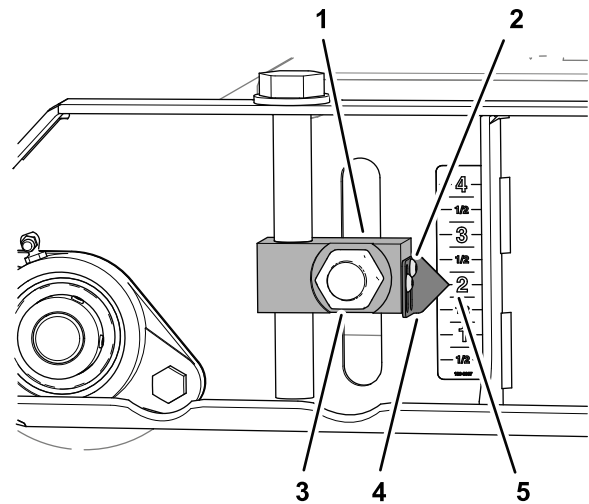
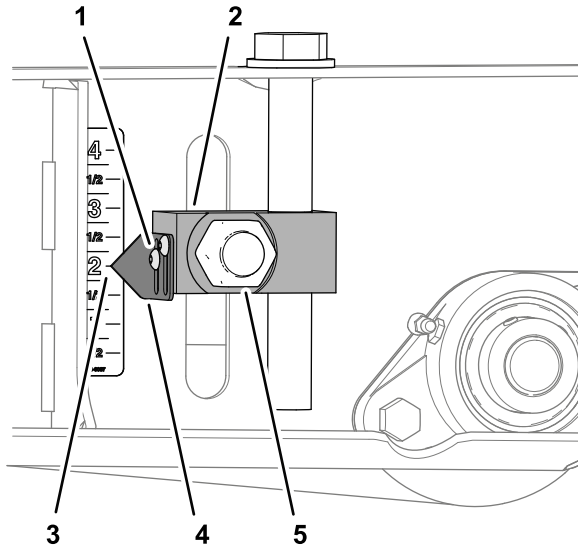

Figura 82
Figura 84
- Afloje los 2 tornillos allen que fijan el puntero al bloque del ajustador de altura de corte, alinee el puntero hasta la marca de 2" (50 mm) de la pegatina y apriete los tornillos (Figura 82).
6. Afloje los tornillos allen que fijan los 2 punteros al bloque del ajustador de altura de corte, alinee los punteros hasta la marca de 2" (50 mm) de la pegatina y apriete los tornillos (Figura 84).
7. Apriete las 4 tuercas que fijan los 4 bloques de ajustador de altura de corte (Figura 82 y Figura 84) de los rodillos delantero y trasero a entre 322 y 396 N·m.